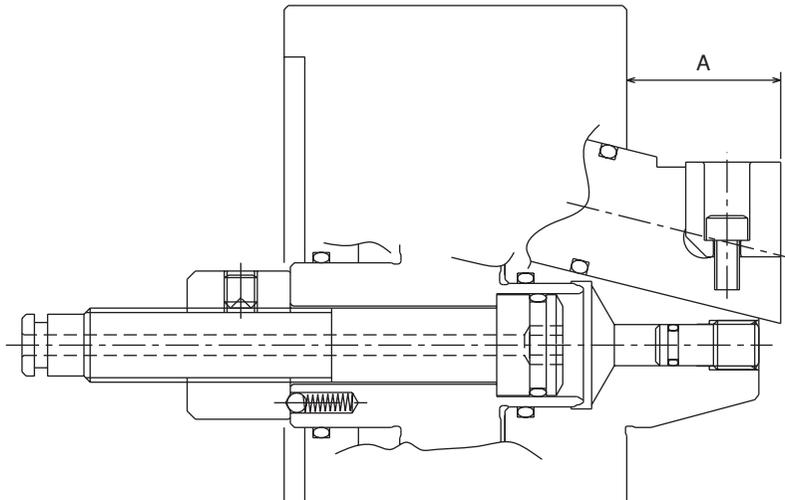

図 13
- ・シリンダ前進端でのマスタジョーの適正位置は、図 13 の寸法 A になる位置です。